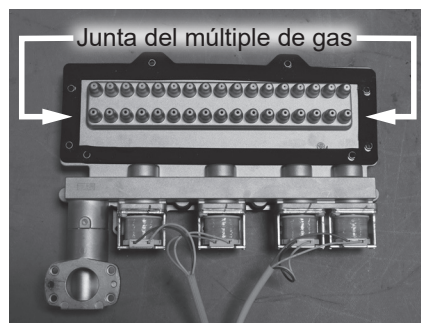

Figura 128 - Reemplazo de la junta del múltiple de gas
- 23 Ubique la junta del múltiple de gas que se incluye con el kit. Use un raspador de plástico para raspar suavemente la junta de aislamiento antigua y sacarla del múltiple de gas. Confirme que la superficie del conjunto no tenga residuos ni restos de aislamiento. Instale la nueva junta en el múltiple de gas. Consulte la Figura 128.